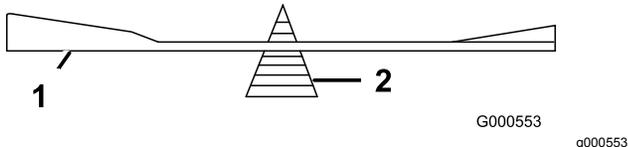

Bild 70
- Prüfen Sie die Auswuchtung des Schnittmessers auf einer Ausgleichsmaschine (Bild 70).